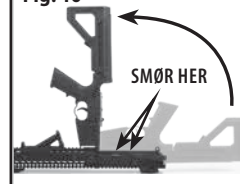

Fig. 11
- Træk ladehåndtaget netop så langt ud, at O-ringen i pakningen på bundstykket og åbningen i bundstykket kommer frem. Kom en dråbe RMCOLL på disse to steder (fig. 11).